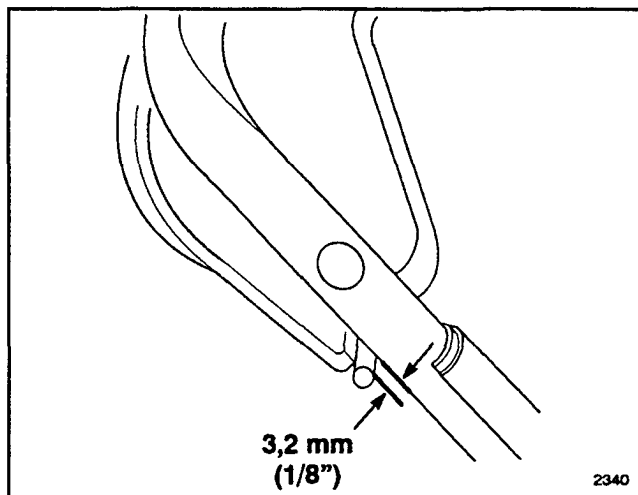

Abbildung 18
2. EINSTELLUNG ÜBERPRÜFEN (Abb. 18)—Den Schnittmesser-Kontrollbügel zum Griff bewegen, bis das Spiel aus dem Draht beseitigt ist. Der Abstand zwischen Schnittmesser-Kontrollbügel und Griff muß 1/8" betragen.